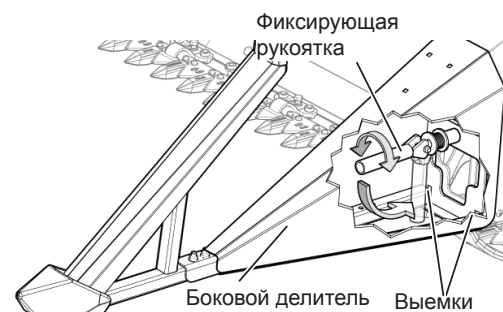

Рис. 34. Установка бокового делителя.
Убедитесь в том, что боковые делители правильно установлены и что на них отсутствуют остатки растений (см. Рис. 34 на стр. 35).
- ☐ Убедитесь в том, что боковые делители правильно установлены и что на них отсутствуют остатки растений (см. Рис. 34 на стр. 35).